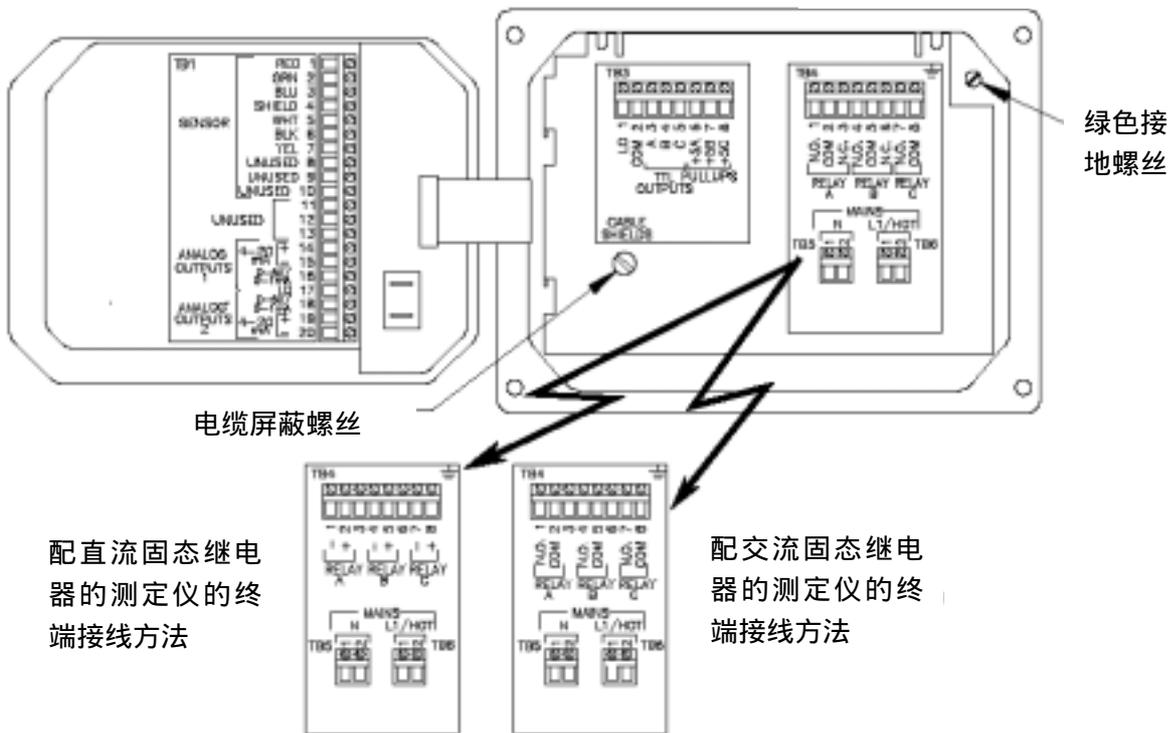

图 2-3 测定仪接线端子分配图
要看到电气连接用的接线端子，需要打开左边铰接的外壳门，并拧下四个紧固螺丝。图 2-3 显示了接线端子的排列和各端子的用途分配情形（在门的背面和测定仪外壳的底部）。
参考图 2-3 来连接 D.O.传感器 :
**接线提示** :请采用高质量的、带屏蔽的仪器用电缆来连接模拟输出。为了尽量避免电磁噪声的干扰, 请按照图 2-3 中所示的 “电缆屏蔽螺丝” 进行电缆屏蔽的连接。
**接线提示：**请采用高质量的、带屏蔽的仪器用电缆来连接 TTL 输出。为了尽量避免电磁噪声的干扰，请按照图 2-3 中所示的“电缆屏蔽螺丝”进行电缆屏蔽的连接。
1. 将地线接到测定仪的绿色接地螺丝，它位于 TB4 的右侧（如图 2-3 所示）。